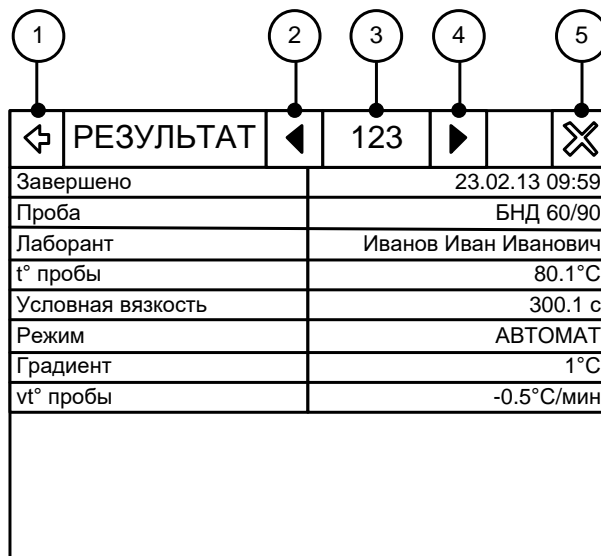

Рисунок 14 - Результат подробно
4.6.1.2 Для подробного просмотра нажать на требуемый результат (см. рисунок 14, страница 16).